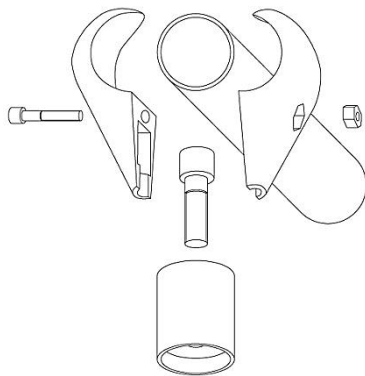

Abb. 3 Rohrschelle Systemrohr
- Fundamentrahmen mit Hilfe der Rohrschellen Ø48,3mm und den Schrauben an den Fundamentrohren montieren (Abb.3). Der Abstand der Rohrschellen beträgt ca. 50mm vom Rohrende